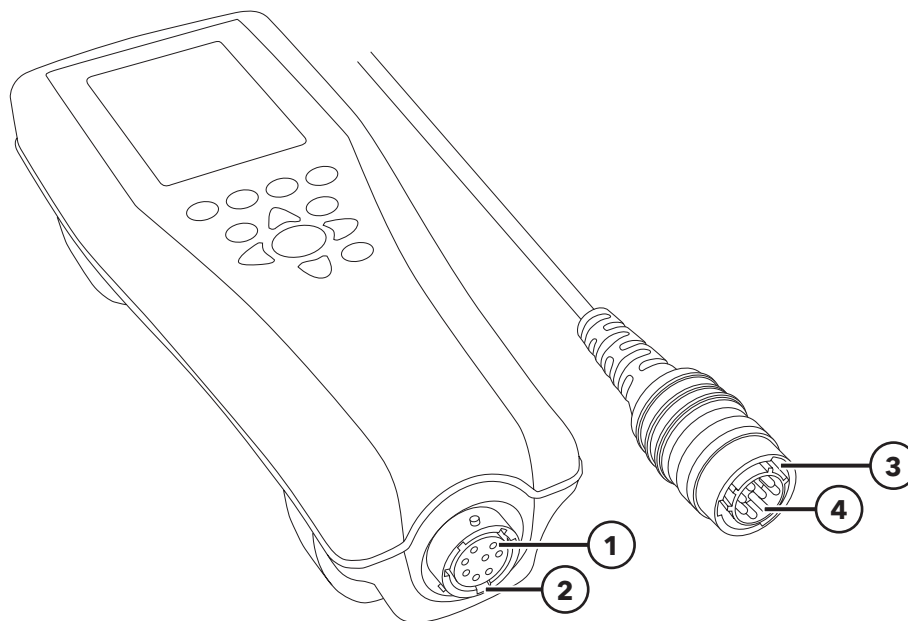

Figura 6 Connettori polarizzati
I connettori del cavo di tipo militare (MS) sono polarizzati (ossia possono essere inseriti in un solo modo) per prevenire danni al connettore (Figura 6). Il palmare mantiene la classificazione IP-67 quando il cavo è scollegato. Tuttavia, i connettori non sono subacquei e devono essere puliti e asciugati prima di poter essere collegati.